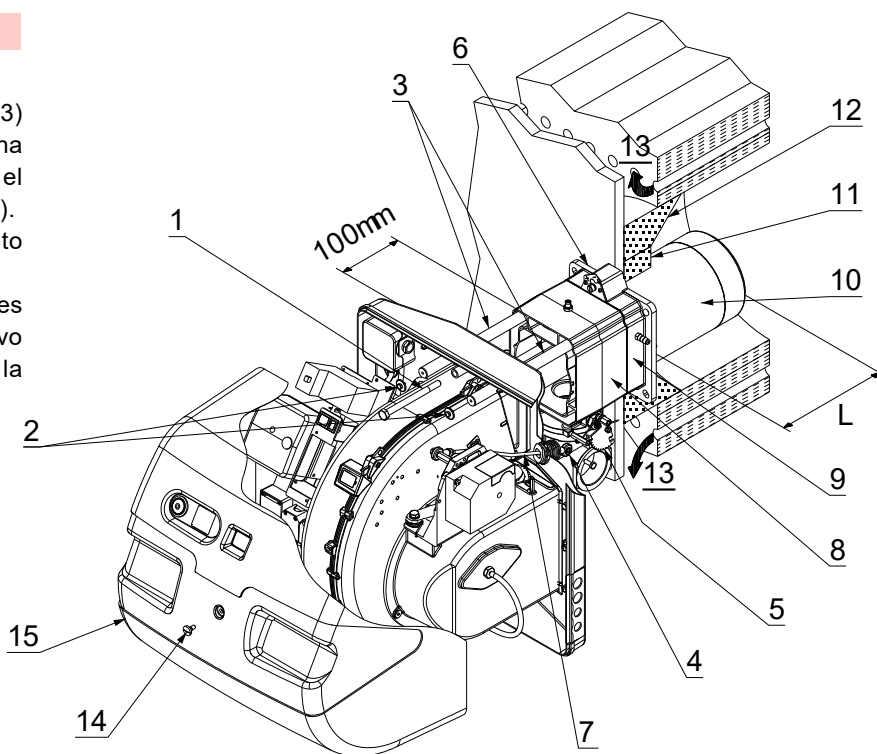

Fig. 11
Para calderas con pasos de humos delanteros (13) o con cámara de inversión de llama, colocar una protección de material refractario (11) entre el refractario de la caldera (12) y el tubo de llama (10). Esta protección debe permitir el desplazamiento del tubo de llama. Véase Fig. 11.
Luego separar el cabezal de combustión del resto del quemador, Fig. 11.
Una vez realizada esta eventual operación, fijar la brida 9)(Fig. 11) a la placa de la caldera, intercalando la protección aislante 6)(Fig. 11) suministrada.
- volver a montar el quemador 4) en las guías 3) aproximadamente a 100 mm del manguito 5) - quemador en la posición ilustrada en la Fig. 11;